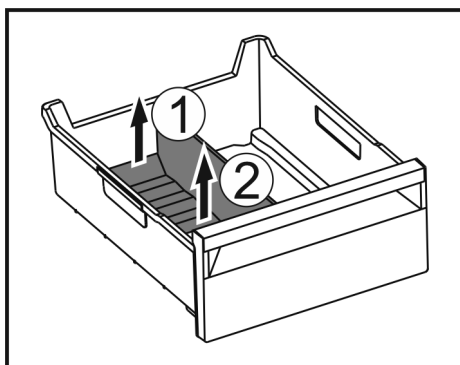

Fig. 114
- ▶ Podnieść tylną część separatora do szuflady na lód. Fig. 114 (1)
- ▶ Separator do szuflady na lód podnieść do góry. Fig. 114 (2)